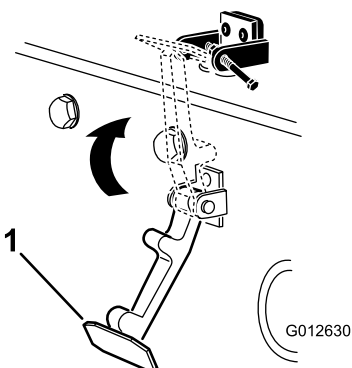

Figure 14
6. Accrochez le verrou sur son support (Figure 14).